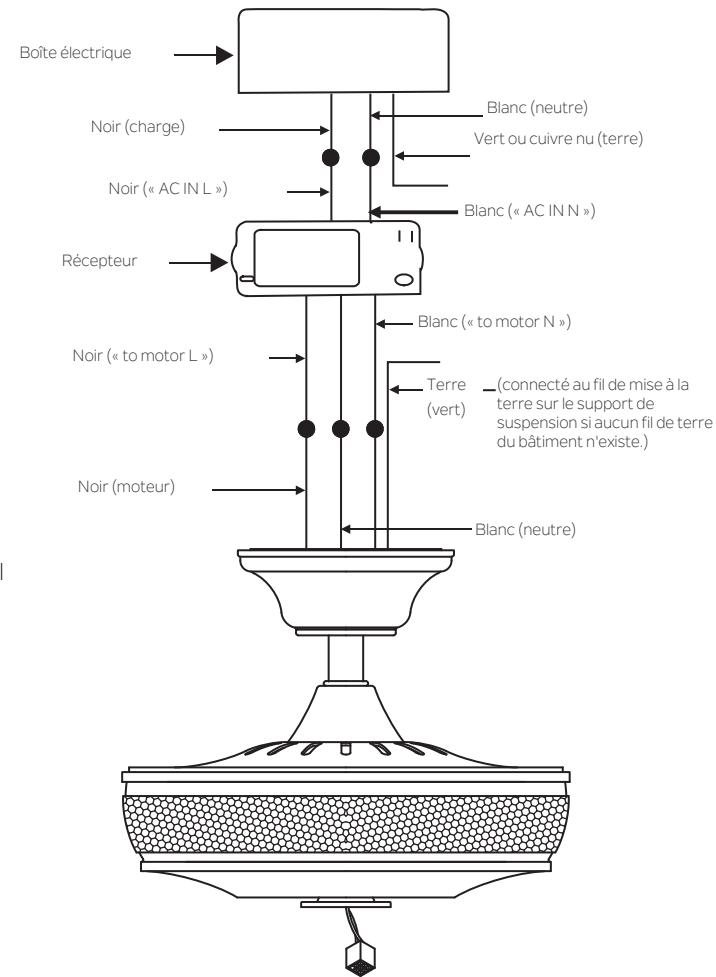

Fig. 14
Étape 2. Connexions électriques Moteur à récepteur : (Fig. 14)
Étape 3. (Fig. 14) Récepteur pour héberger les connexions de l'alimentation électrique du bâtiment :
Étape 4. (Fig. 14) Si votre boîte électrique comporte un fil de mise à la terre (vert ou cuivre nu) connecter-le au fil de mise à la terre du ventilateur; sinon, connecter le fil de mise à la terre de la bride de suspension au support de montage. Sécuriser chaque connexion de fils à l'aide des écrous à fils en plastique fournis dans le sac de pièces. Après avoir complété la connexion des fils, les séparer de manière à ce que les fils vert et blanc soient d'un côté de la boîte électrique alors que les fils noir et bleu sont de l'autre côté de la boîte. Pousser délicatement les connexions de fils dans la boîte électrique.